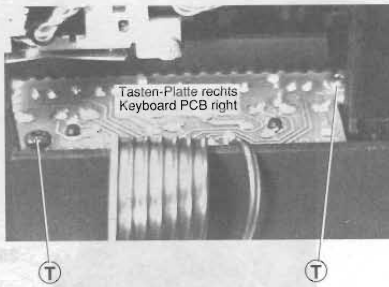

Fig. 22
**19. Tastenplatte (rechts) ausbauen (Fig. 22)**
- 2 Schrauben (T) lösen.
**19. Removing the Keyboard PCB (right) (Fig. 22)**
- Undo 2 screws (T).